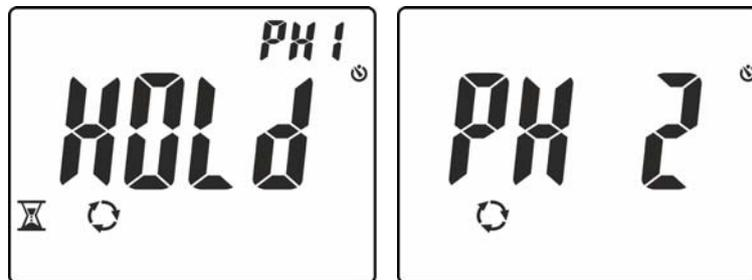

Fig. 14: Reconnaissance de la phase L1 et attente de la phase L2.
4. Dans des conditions correctes de tension et de fréquence, l'instrument affiche le message «**HOLD**», les symboles  et «PH1» et il émet un son continu dans l'attente de la reconnaissance d'une valeur stable de tension sur la phase L1 (voir Fig. 14 – à gauche)
5. **Ne pas retirer l'embout de la phase L1** jusqu'à ce que le message «**PH 2**» clignote à l'écran (voir Fig. 14 – à droite)